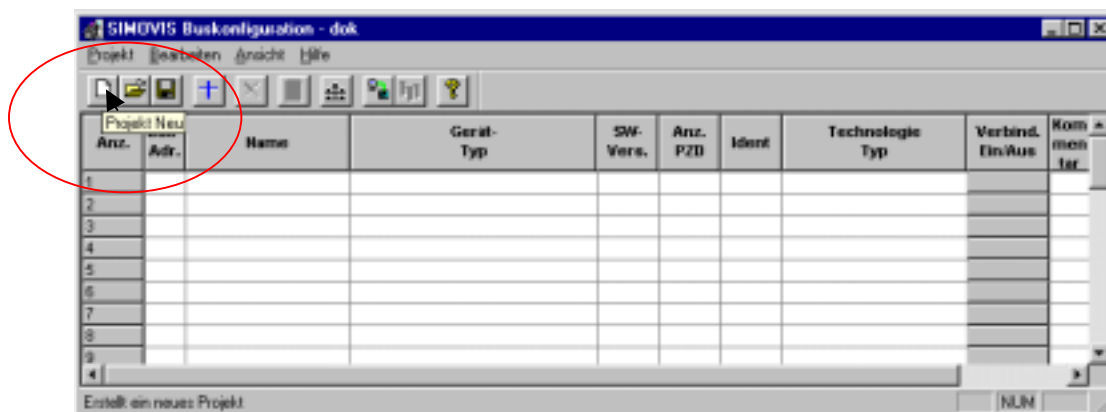

Fig. 5-6 Gerar projeto
- ◆ Na barra de funções um projeto novo deve ser aberto clicando no botão *Projeto Novo* (ver fig. 5-6) ou selecionando o item *Projeto* → *Novo* no menu.